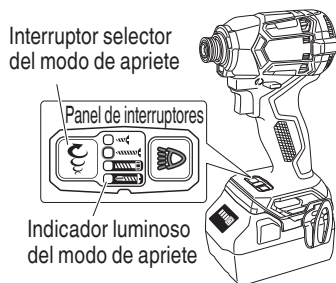

Fig. 16
9. Función del selector de modo de apriete (Fig. 16)